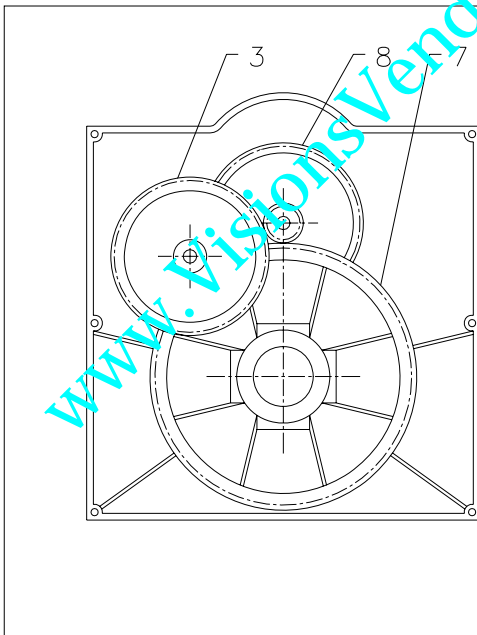
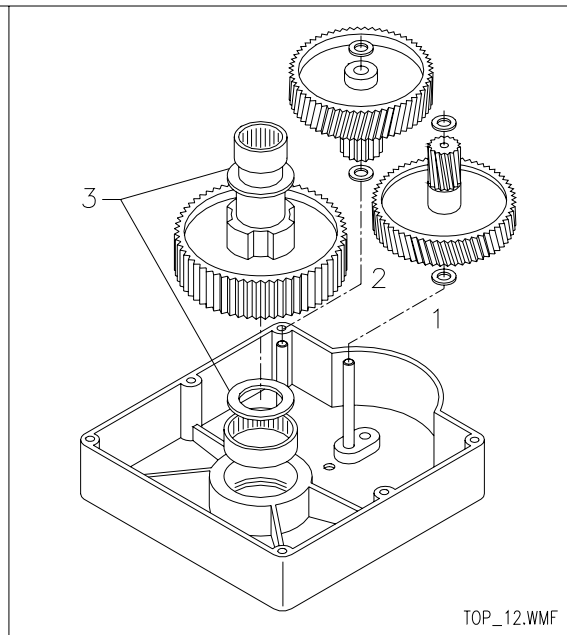

FIG. 14
FIG. 15
10.7 MONTAJE ENGRANES REDUCTOR FIG. 14
<p>1) Insertar las arandelas de espesor en las posiciones 1-2-3 (fig.15). 2) Insertar el engrane con dientes helicoidales fig.14 ref. 8 Z=87 reforzado, teniendo presente que el piñón debe estar dirigido hacia arriba. 3) Insertar en el orificio el árbol con engrane de dientes rectos fig.14 ref. 7 Z=54. 4) Insertar en el árbol lateral el engrane con dientes helicoidales fig.15 ref. 3 Z=46, teniendo presente que el piñón de dientes rectos debe estar dirigido hacia abajo.</p>